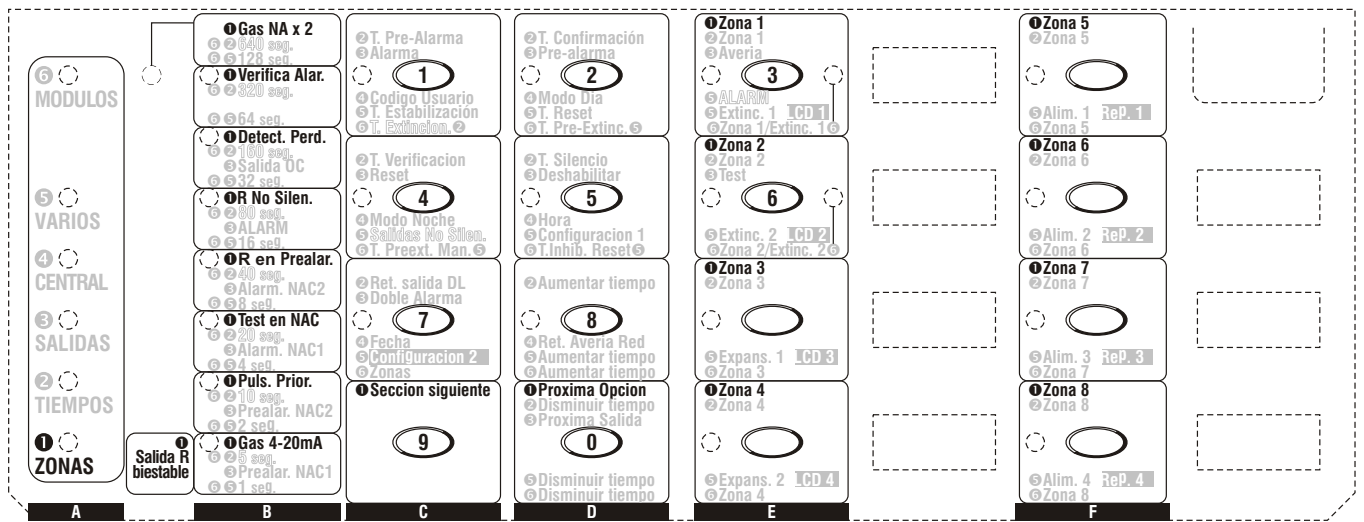

Figura 30 Programación de Zonas
Durante esta fase, los botones y los LEDs funcionarán según las opciones precedidas por ❶ en las ventanas de la Plantilla de Programación, vea la Figura 30.
❶ El significado del primer LED en la parte inferior de la columna B es “**Salida R Biestable**” para las zonas que tienen habilitada la opción “Gas NA x 2”.